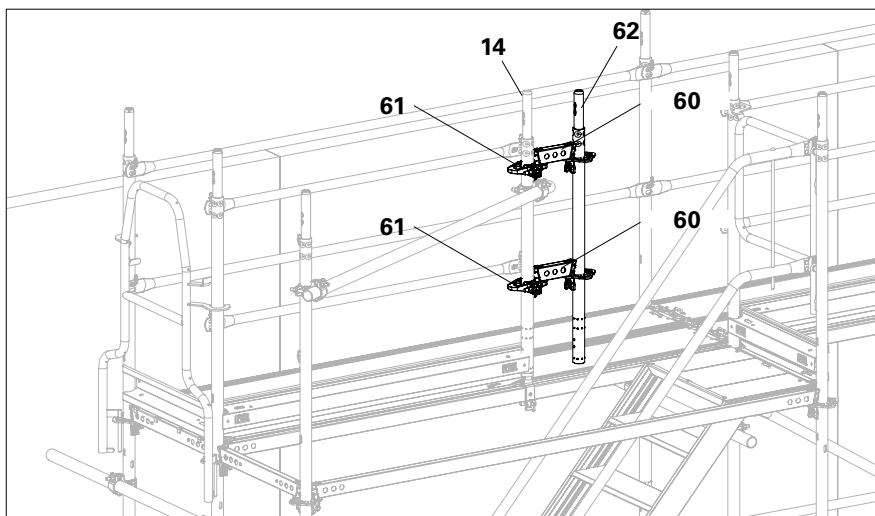

Abb. B3.03
3. Vormontierten Vertikalstiel (**62**) mit den Horizontalriegeln (**60**) an Klemmrosetten (**61**) montieren. Keile festschlagen. (Abb. B3.03)